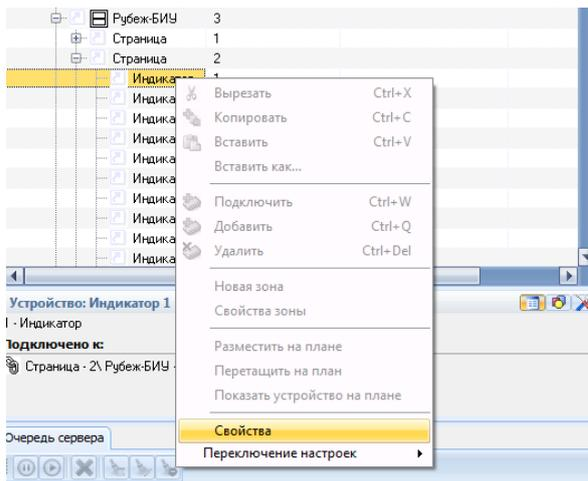

Рисунок 4.10 Рубеж БИУ в дереве устройств
- 1) Выделить Рубеж - БИУ в дереве устройств и щелкнуть на значке , чтобы открыть список страниц блока индикации (Рисунок 4.10).